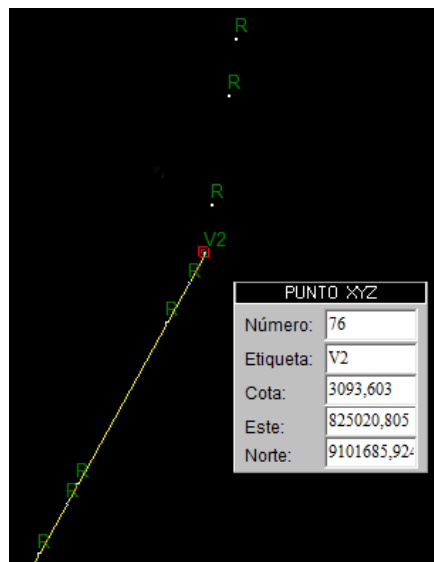

Fig. 19
- Cuando aparezca el cuadro de datos del punto cercano que se desea fijar como vértice, presionar el botón Izquierdo del "Mouse" (Ver Fig. 19).